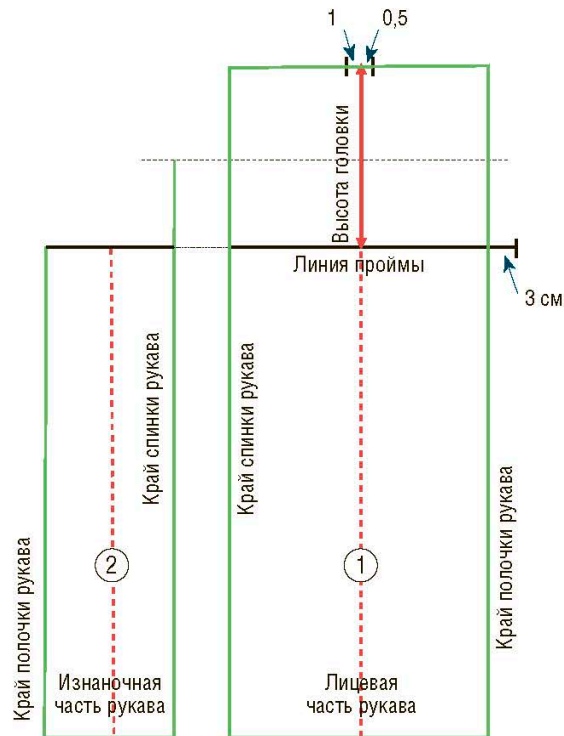
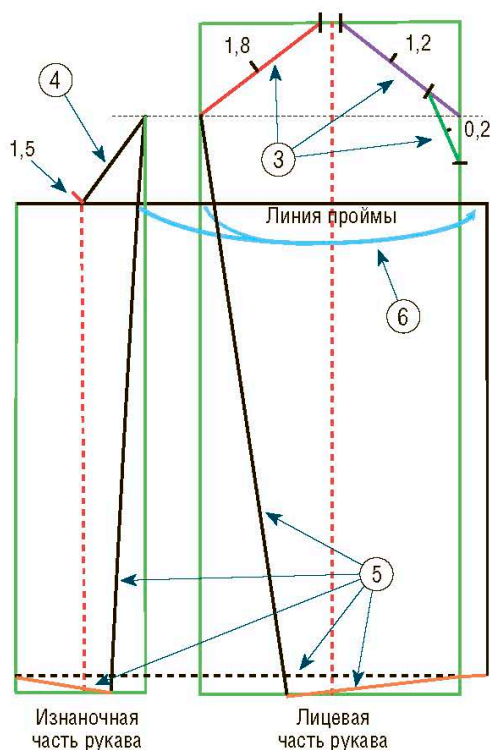

Рис. 8
Рис. 9
① Сначала нужно начертить границы лекала рукава в двух частях: изнаночной и лицевой (отмечены зеленым на рис. 8). Начните с построения лицевой части: справа, внизу листа, начертите прямоугольник, длина которого равна общей высоте рукава, а ширина – $2/3$ обхвата руки. Например, общая высота – 60 см, обхват руки – 38 см, и эта мерка уже включает в себя все необходимые расширения, следовательно $(2 \times 38) : 3 = 25,3$ см. Таким образом, границы лицевой части рукава $60 \times 25,3$ см. В середине прямоугольника (в 12,65 см от края) начертите вертикальную линию (красная пунктирная линия на рис. 8).
Продлите эту линию на 3 см (см. рис. 8), мерка будет исправлена и подогнана по ходу построения рукава (голубая стрелка на рис. 9). Наверху отметьте ровные участки в вершине рукава: на стороне полочки – 0,5 см, а на стороне спинки – 1 см (см. рис. 8).
В середине высоты головки рукава проведите горизонтальную линию (пунктирная черная линия на рис. 8).
② Чтобы начертить изнаночную часть рукава, продлите линию проймы и нижнюю границу. В 2–4 см от края спинки проведите параллельную ей линию от нижней границы рукава до линии середины высоты головки рукава (черные пунктирные линии на рис. 9). Начиная от этой вертикальной линии, отложите мерку, равную $1/3$ обхвата руки. Например: обхват руки = 38 см, $38 : 3 = 12,6$ см минус расстояние, добавленное к лицевой части, следовательно: $12,6 - 3 \text{ см} = 9,6$ см. Ширина изнаночной части рукава равна 9,6 см. В середине изнаночной части рукава начертите вертикальную линию, расположенную в $9,6 : 2 = 4,8$ см от края (красная пунктирная линия на рис. 8).
③ На головке лицевой части рукава начертите линии построения и отложите мерки, как показано на рис. 9. К середине красной линии спинки начертите перпендикуляр, равный 1,8 см. Разделите фиолетовую линию на три части; к первой части проведите перпендикуляр, равный 1,2 см. Затем, начиная со второй метки, начертите прямую (обозначена темно-зеленым на рисунке), равную половине расстояния между верхней и нижней частями головки. К середине этой прямой начертите перпендикуляр, равный 0,2 см. На этом этапе построения все мерки приблизительны и будут скорректированы и подогнаны в дальнейшем.
④ На изнаночной части головки рукава соедините прямой линией крайние точки вертикальной линии спинки (зеленым) и середины (красным пунктиром). Затем начертите небольшую прямую длиной 1,5 см под углом в 45° к линии проймы (см. рисунок).
⑤ На расстоянии около 2 см от нижней части рукава начертите параллельную ей линию (отмечена черным пунктиром). Это значение используется чаще всего, но может варьироваться в зависимости от ширины нижней части рукава; чем уже рукав, тем меньше будет это значение. И наоборот, чем шире рукав, тем оно будет больше – до 3 см.
Затем, начиная от этой линии, начертите прямую до линии нижней части рукава (см. оранжевые линии на рис. 9). Длина этой линии зависит от ширины нижней части рукава: на изнаночной части – $1/3$ плюс 1 см, на лицевой – $2/3$ минус 1 см. Например, если ширина нижней части рукава равна 32 см, то изнаночная часть $= (32 : 3) + 1 = 11,7$ см, лицевая $= (10,7 \times 2) - 1 = 20,4$ см. Для поддержания пропорций между верхней и нижней частями рукава разница двух мерок (обхвата руки и обхвата кисти) не должна превышать 7–10 см, в противном случае изогнутая форма рукава становится слишком наклоненной к полочке. Затем прямой линией соедините ее с верхней частью рукава (черные линии на рис. 9).
⑥ Ширина линии проймы на лицевой части рукава была продлена приблизительно на 3 см на первом этапе построения. Для того чтобы мерка окружности руки не была ни приуменьшена, ни преувеличена, отложите добавочные расстояния, обозначенные голубой стрелкой на рис. 9, и если необходимо, то заново начертите линию края полочки (отмечена черным на рис. 9).